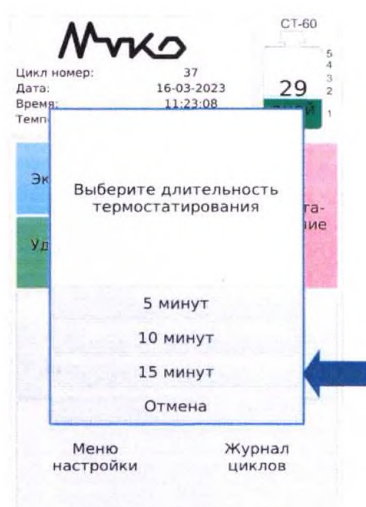

Рисунок 11
11.2.7 После нажатия на клавишу «Запустить цикл» выйдет окно с выбором времени термостатирования (Рисунок 11).
11.2.8 Необходимо выбрать время термостатирования и нажать на соответствующую клавишу (Рисунок 11), после чего запустится процесс термостатирования.